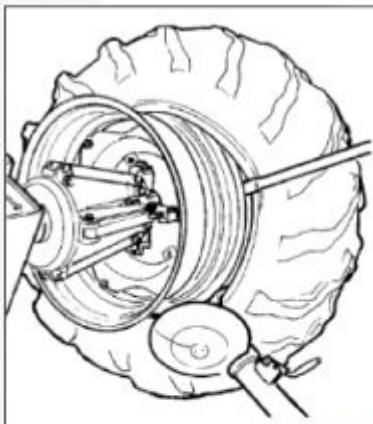

Рисунок 24
- 14) Вставьте рычаг между ободом и бортиком справа от съемного рычага (см. рис. 24).